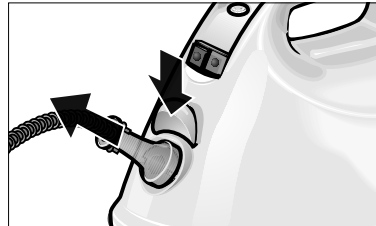

Abb. 2: Ausstecken des Steckers (C6)
- Drücken Sie die Entriegelungstaste der Gerätesteckdose (A1) nach unten. Ziehen Sie dann den Stecker (C6) heraus (siehe Abb. 2).